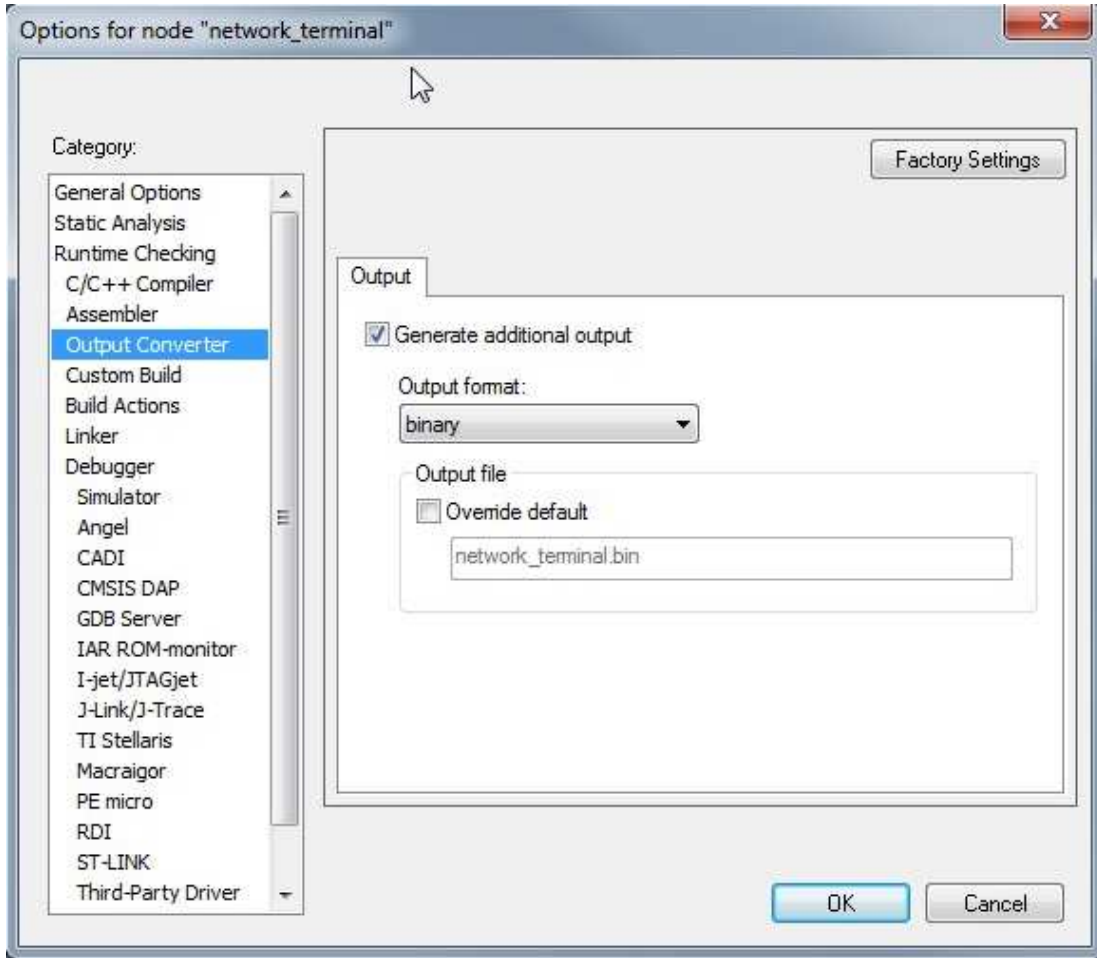

图 27. IR 生成二进制输出
- 在输出转换器 (Output Converter) 选项卡上，选中生成其他输出 (Generate Additional Output) 复选框，并将输出格式 (Output format) 更改为二进制 (binary)（请参见图 27）。